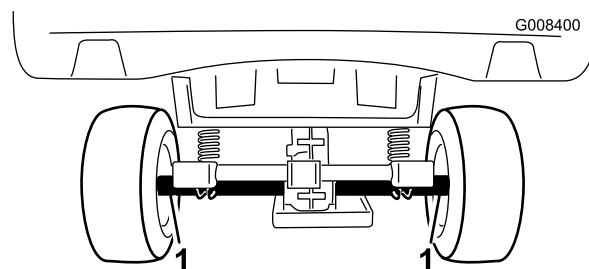
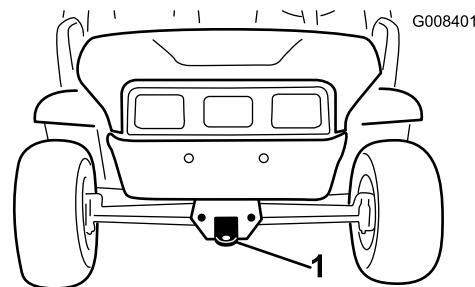

Figura 21
Figura 22
Usate un rimorchio per spostare la macchina su lunghe distanze. Accertatevi che la macchina sia ben fissata al rimorchio. Vedere Figura 21 e Figura 22 per conoscere la posizione dei punti di attacco sulla macchina.
2. Fissate una fune di traino al timone sulla parte anteriore del telaio della macchina (Figura 22).